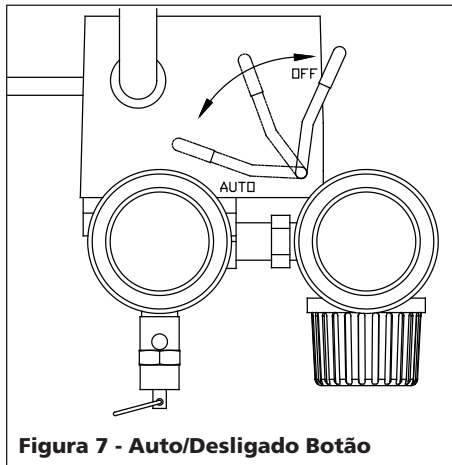

Figura 7 - Auto/Desligado Botão
**Pressostato** - Interruptor Auto/Desligado (Figura 7) – Na posição **AUTO** o compressor desliga automaticamente quando a pressão no tanque atinge o valor máximo pré-estabelecido. Na posição **DESLIGADO**, o compressor não opera. O interruptor deve estar na posição **DESLIGADO** quando for conectar ou desconectar o equipamento da tomada ou durante a troca das ferramentas pneumáticas.